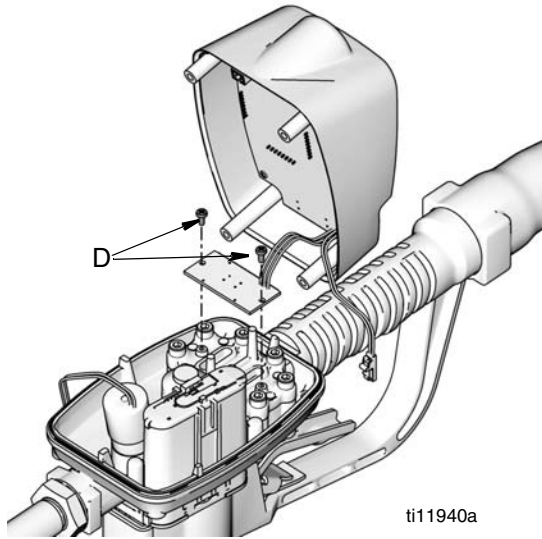

FIG. 34
- Retirez les deux vis (D) qui maintiennent la plaque du contact ampoule à la plaque du couvercle (FIG. 34). Conservez ces vis pour le remontage. Démontez le couvercle.